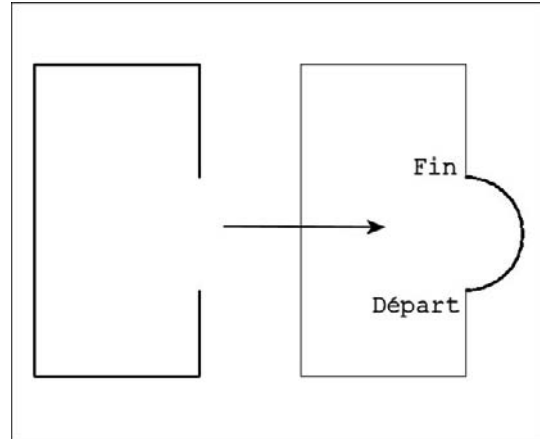

Fig.4.27
- 2 Sélectionner l'option de dessin souhaitée. Dans le cas de l'option par défaut, il suffit de pointer un point de départ, un deuxième point et un point d'extrémité. Dans le cas de la figure 4.27, pour refermer l'ouverture dont la dimension n'est pas spécifiée, il convient d'utiliser l'une des deux options suivantes :